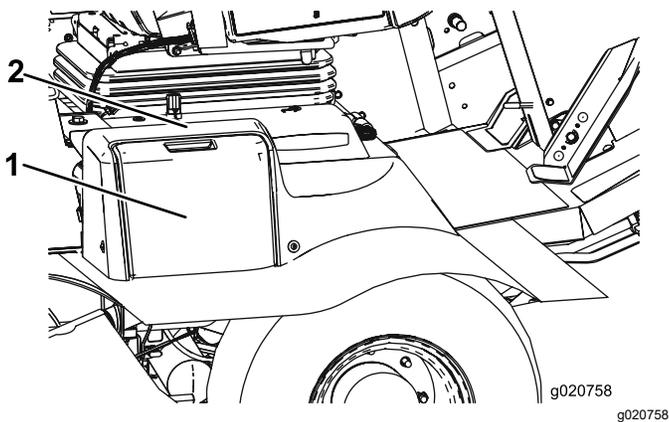

Figura 57
1. Aprite il coperchio della batteria sul lato della copertura (Figura 57).
Nota: Premete sulla superficie piatta sopra il coperchio della batteria per facilitare la rimozione del coperchio (Figura 57).